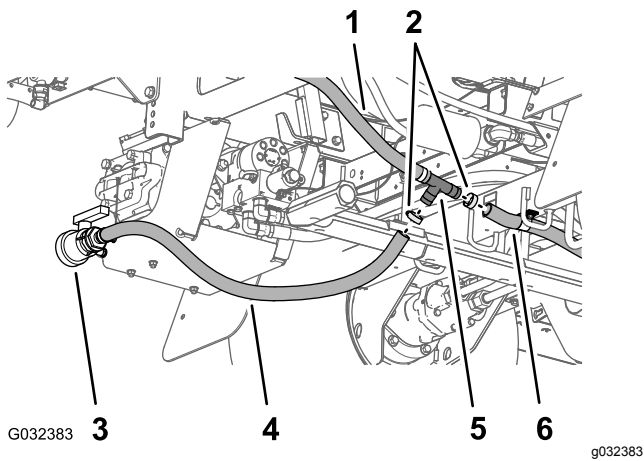

図 52
4. ドレンバルブのホースとタンク後部ドレンホースをバーブ付き T字フィッティングに固定しているホースクランプを外す 図 52。